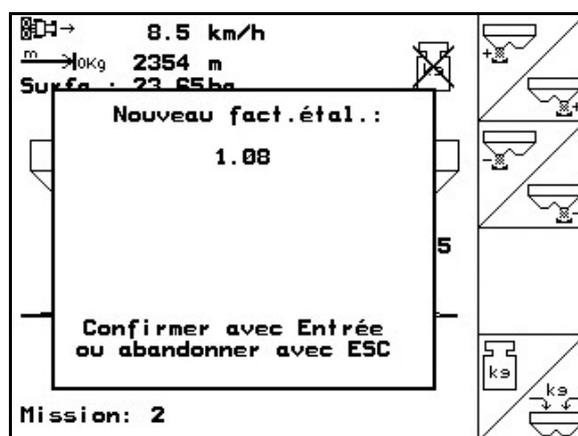

Fig. 22
- Le nouveau facteur d'étalonnage s'affiche (Fig. 22).